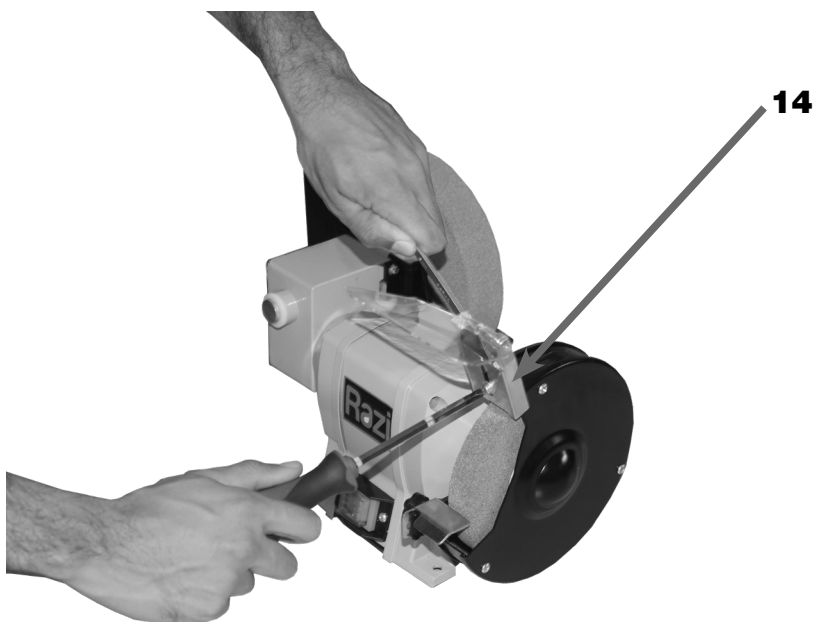

FIGURA 09 – Fixação da Proteção Frontal
7. FIXAR o Suporte da Proteção Frontal (14) utilizando o Parafuso Phillips e Porca M5, com o auxílio de uma Chave Phillips e uma Chave Fixa 8 mm (figura 09);
1. DESCONECTAR o Plugue de Alimentação (12) da Rede Elétrica do usuário;
2. RETIRAR o Suporte da Proteção Frontal (14) com o auxílio de uma Chave Phillips e uma Chave Fixa 8 mm (figura 09);
14. MONTAR e AJUSTAR o Suporte da Proteção Frontal (14) conforme procedimento anterior (figura 09 e 10);